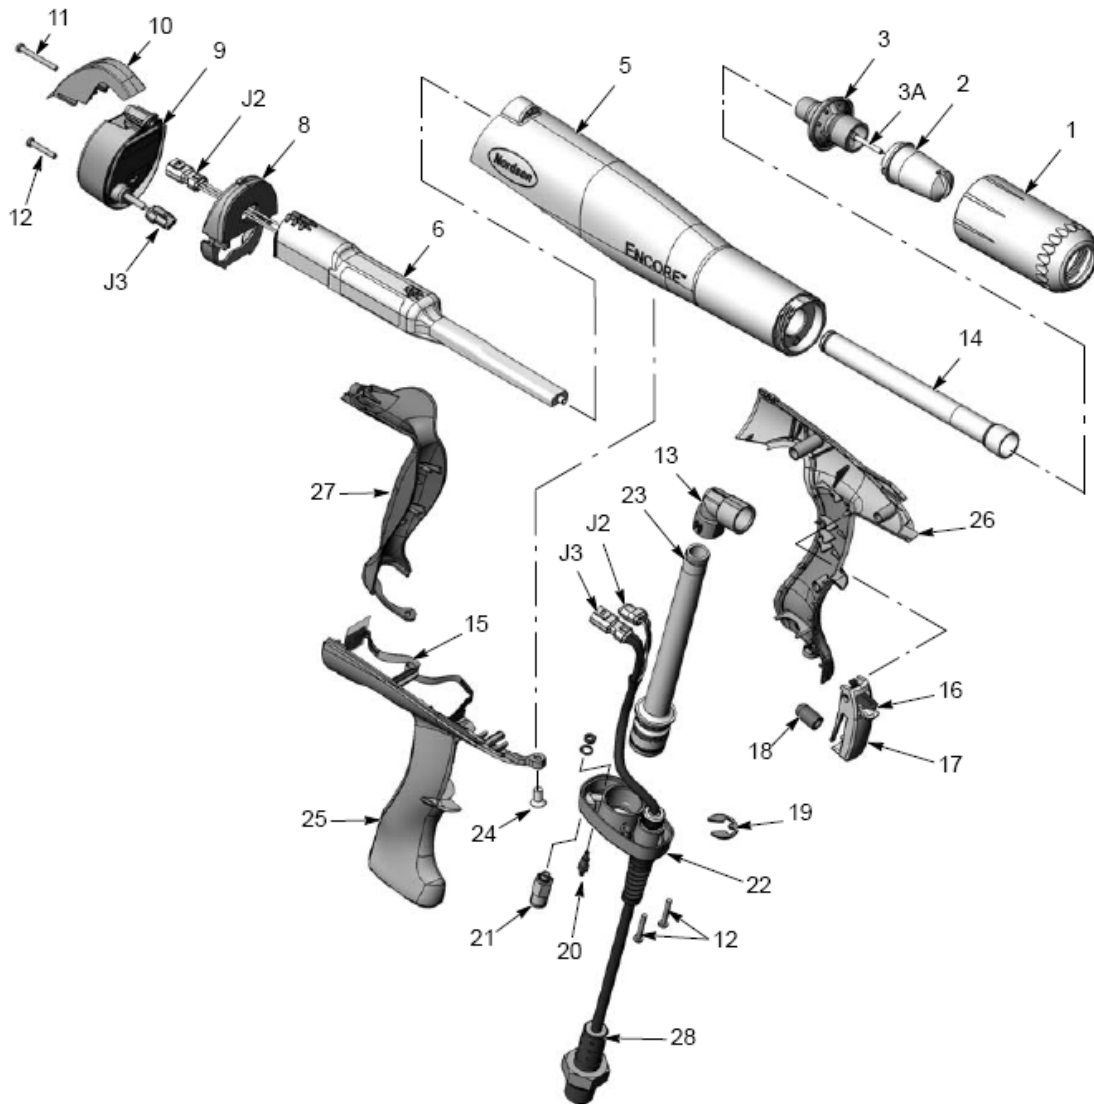
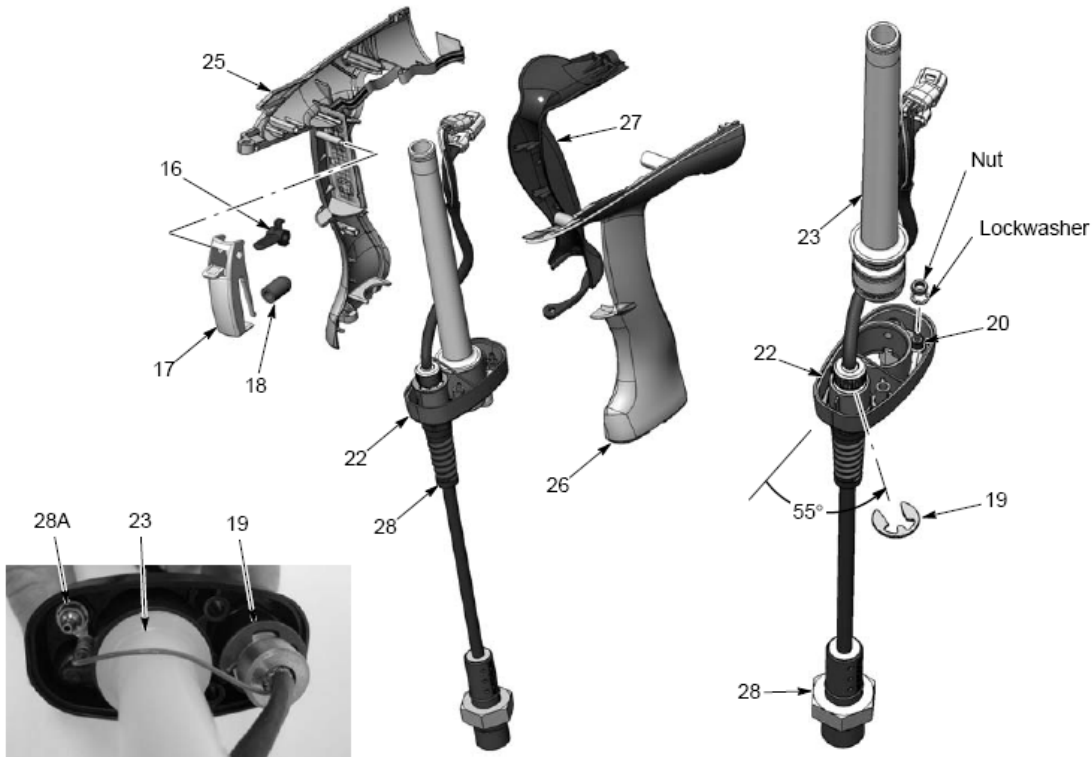
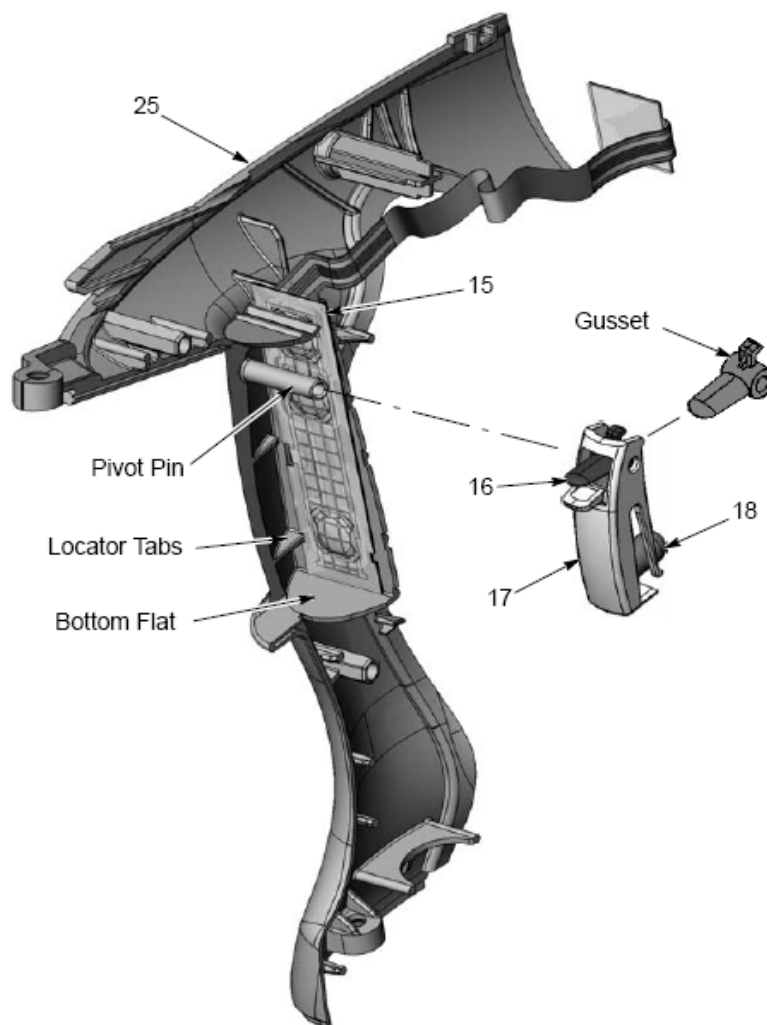

图 5-3 喷枪分解图 (编号与零件清单相同)
图 5-9 喷枪拆解
图 5-10 触发开关和扳机的安装
如图 5-3、5-4 和拆解步骤所示。
12. 如图 5-9 所示。拆开左右两侧枪把 (25, 26)。
14. 稍微扭转粉末进料管 (23)，将其从枪把座上拆下。
15. 使用 $\frac{1}{4}$ in 套筒扳手从倒钩接头上拆下螺母和锁紧垫圈 (20)，并断开接地线环钳端与倒钩接头的连接。
16. 小心拆下电缆扣套 (19) (会弹开而丢失)，然后拆下枪把座上电缆 (28)。
1. 如图 5-9 所示。使电缆 (28) 穿过枪把座 (22)，并用扣套 (19) 紧固于枪把座。按所示角度定位扣套。
2. 将双倒钩接头 (20) 安装于枪把座上，使电缆接地线端滑到倒钩接头上。将内部齿形锁紧垫圈和螺母安装于倒钩接头，并拧紧螺母。
3. 拆下的止回阀 (21, 图 5-3) 旋接在枪把座上。切勿过度拧紧止回阀。
4. 安装入口管, 其中 O 形环 (23) 安装在枪把座 (22)。
5. 如图 5-10 所示。将拆下的触发开关 (15) 安装在右侧枪把 (25) 的安装面上, 并用定位片和底部平面对其定位。按压开关, 紧密固定。
6. 将致动器 (18) 组装在主扳机 (17) 螺丝孔上。设置扳机 (16) 的角撑板方向正确后, 插入主扳机。对准扳机枢轴孔, 使扳机滑向右侧半个枪把上扳机枢轴销上方。
10. 如图 5-9 所示。将定位片后侧接地垫 (27) 卡接在枪把后侧，旋转接地垫使其紧密接触枪把组件。